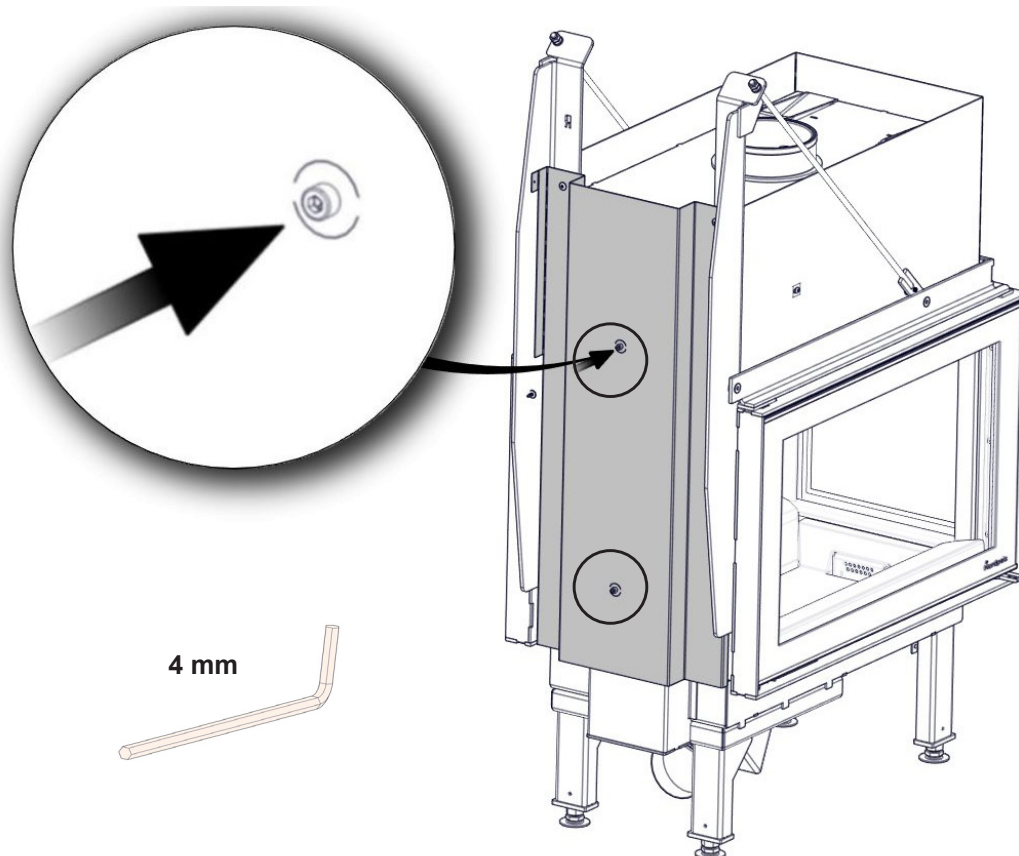

FIG 13**Geneve P_N-29P**
**FIG 13 a****Geneve P_N-29P**